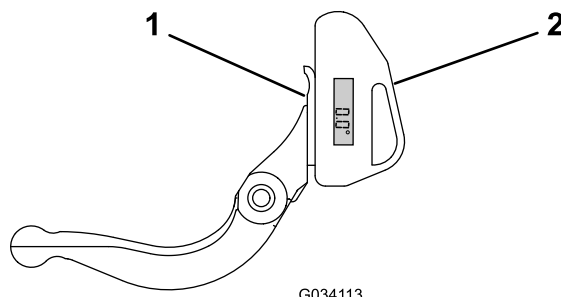

Figura 19
1. Coloque el indicador de ángulo en el lado inferior de la contracuchilla, según se muestra en Figura 19.